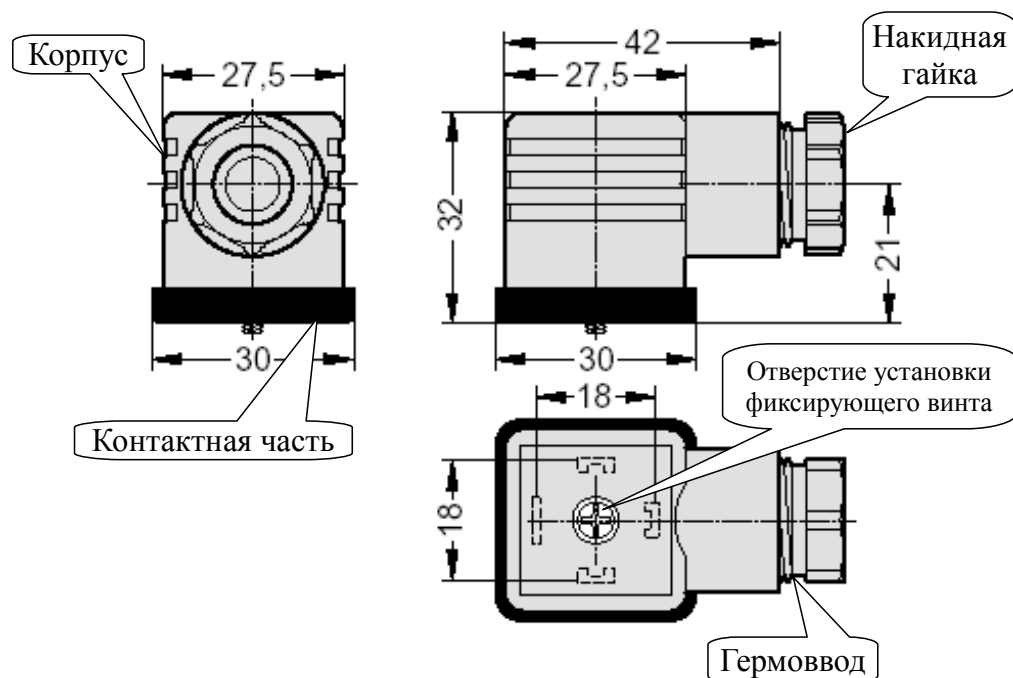
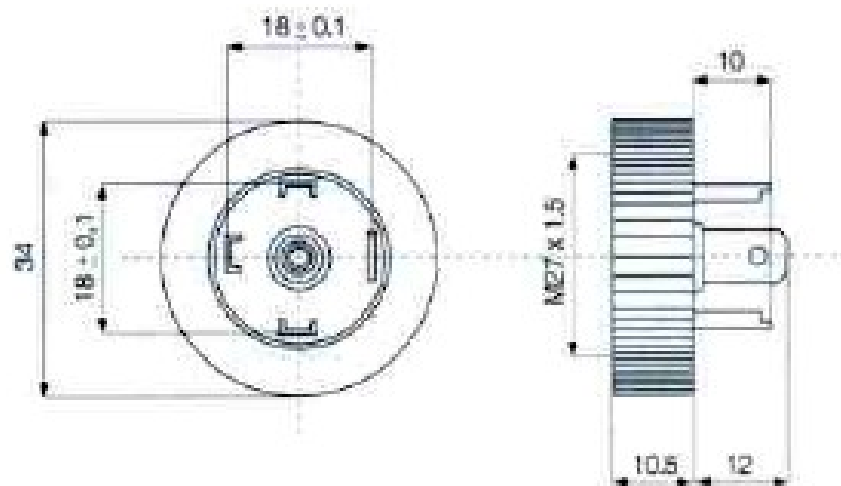

Рисунок 3 - Герморазъём DIN 43650, форма А
Рисунок 4 - База для герморазъема DIN 43650, форма А круглая
- Отвернуть и вынуть фиксирующий винт герморазъёма (Рисунок 3). Снять герморазъём с базы (Рисунок 4) и выдвинуть его контактную часть, толкая хвостовик в отверстие установки фиксирующего винта.